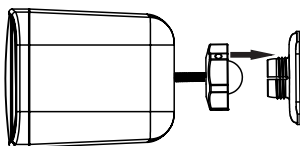

figura 3
Mueva el conjunto completo (caja acústica + rótula + tuerca de bloqueo) hacia la pieza de fijación de pared (1). Ver figura 3.